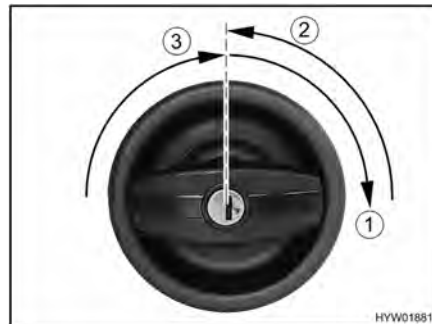

Bild 22 Dörrlås ingångsdörr, utsida, öppna
- Stick in nyckeln i låscylindern och vrid den medurs (Bild 22,1) tills dörrlåset har låsts upp.
- Vrid tillbaka nyckeln till mitten igen (Bild 22,2) och drag ur den.
- Vrid handtaget medurs (Bild 22,3) tills låset öppnas.